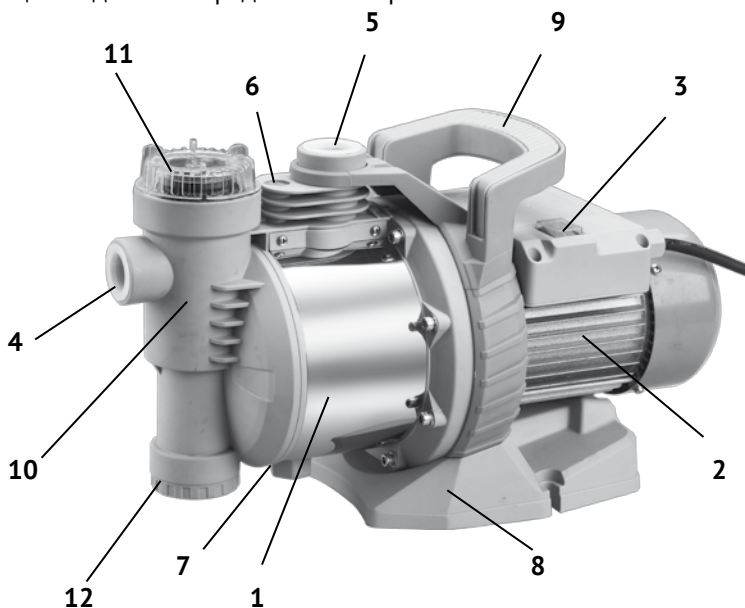

рис.1
Насос – гидравлическая машина, преобразующая механическую энергию приводного двигателя в энергию жидкости, обеспечивающую её движение. Привод насоса осуществляется однофазным асинхронным двигателем переменного тока (рис.1 поз.2). На якорь двигателя крепится рабочее колесо (крыльчатка) насоса, расположенное в корпусе из нержавеющей стали (рис.1 поз.1). На корпусе насоса стрелкой указано направление вращения рабочего колеса. Входное (всасывающее рис.1 поз.4) и выходное (нагнетающее рис.1 поз.5) отверстия имеют внутреннюю резьбу 1 дюйм.
4.1 Общий вид насоса представлен на рис.1
4.2 Насос в корпусе из нержавеющей стали (рис.1 поз.1) вместе с пластиковым корпусом фильтра (рис.1 поз.10) жёстко закреплён на переднем фланце двигателя (рис.1 поз.2). Фланец двигателя и алюминиевый кожух статора закреплены на основании (рис.1 поз.8). Блок управления (рис.1 поз.3) с выключателем и конденсатором закреплены сверху на кожухе статора.
- для уменьшения вибрации рекомендуется закрепить насос (болтами, саморезами), используя четыре отверстия в лапках опоры (рис.1 поз.8);
- после электрического подсоединения, блок управления (рис.1 поз.3) должен быть плотно закрыт, чтобы избежать попадания на него влаги;
- выкрутить болт заливной горловины (рис.1 поз.6);
- открутить верхнюю крышку корпуса фильтра (рис.1 поз.11);
- открутить нижний колпачок (рис.1 поз.12) корпуса фильтра, удалить скопившуюся грязь и промыть;
Для слива воды из насоса и напорной магистрали необходимо открыть пробку сливного отверстия (рис.1 поз.7).